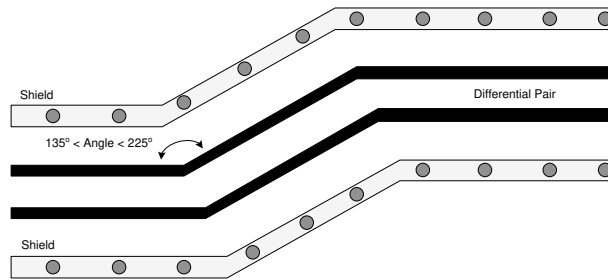

図 8-3. V-by-One の配線例
- 差動信号ペアに関連する曲げ角度が 135° ~ 225° である必要があります (図 8-3 を参照)。